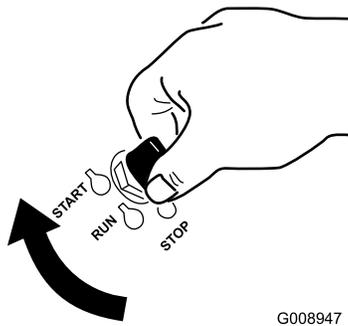

Bild 14
1. Drehen Sie den Zündschlüssel auf die Start-Stellung (Bild 14). Lassen Sie den Schlüssel los, sobald der Motor anspringt.